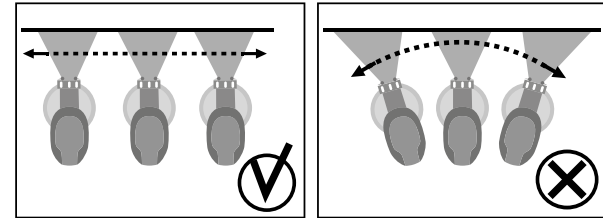

Рис. 5
1. Установите распылитель на расстоянии 25-30 см от окрашиваемой поверхности. Включите изделие, сначала нажав кнопку включения компрессора (3), затем курок выключателя (7).
Примечание! Расхода материала определяется регулятором (8). Равномерно ведите изделие вдоль окрашиваемой поверхности, держа распылитель перпендикулярно ей. В процессе работы не отклоняйте изделие от перпендикулярного положения (Рис. 5).
2. По окончании работы выключите изделие, отпустив курок (7) и выключив компрессор кнопкой (3). Отключите изделие от сети. При перерывах в работе до 4-х часов промывать изделие не надо (кроме случая, когда распылялся 2-х компонентный лак - изделие следует промыть незамедлительно).